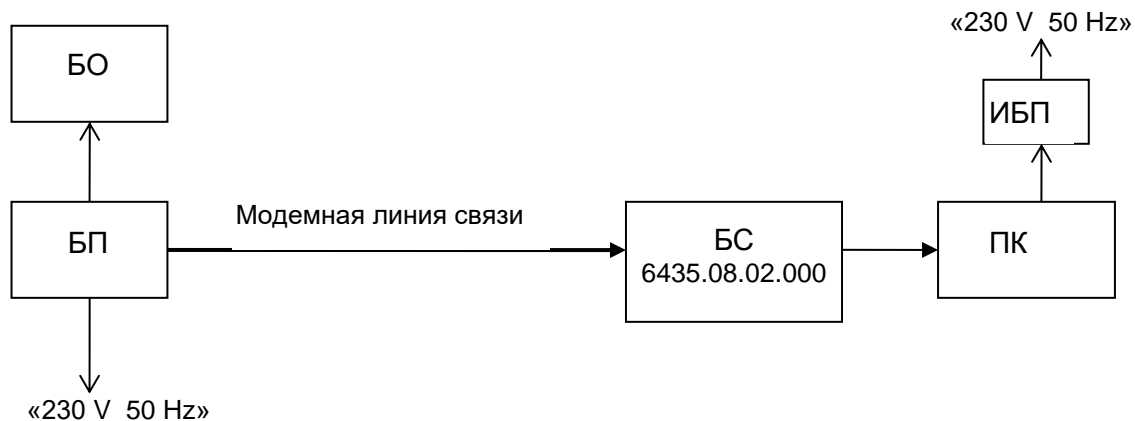

Рисунок 1.8 – Схема электрическая соединений прибора с ПК по модемной линии через БС
- Соединение БП прибора по модемной линии с использованием БС (рисунок 1.8) для измерения яркости фона на расстоянии не менее 8 км.